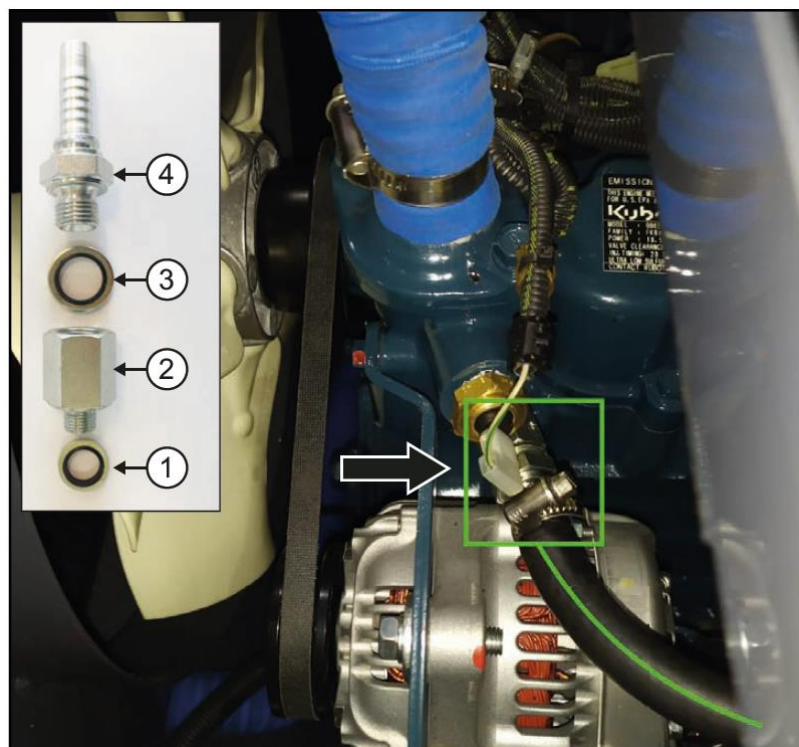

РИС.17
Вместо демонтированного датчика установите фитинг F1/4"- M1/8" через резинометаллическую шайбу 1/8" (1) Присоедините ниппель (4) через резинометаллическую шайбу 1/4" (3) к фитингу. Наденьте шланг на ниппель и зафиксируйте его при помощи стального хомута (РИС.17)